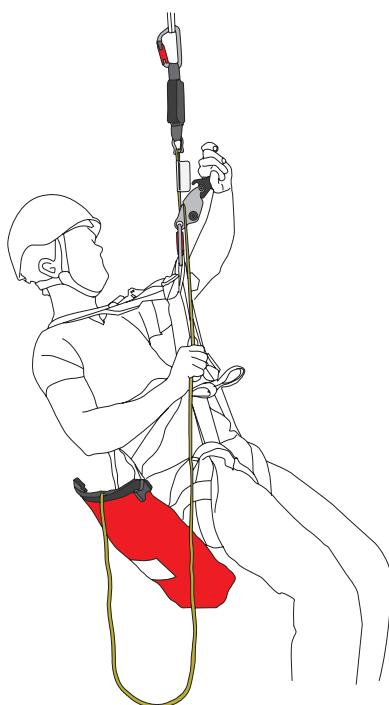

Bild 2
- Fäst nedfirningsbromsen i en infästningspunkt på selens framsida (bild 2) – (vi rekommenderar selens nedre infästningspunkt (EN 813) med karbinhaken. Kontrollera att båda karbinhakarna är helt låsta.